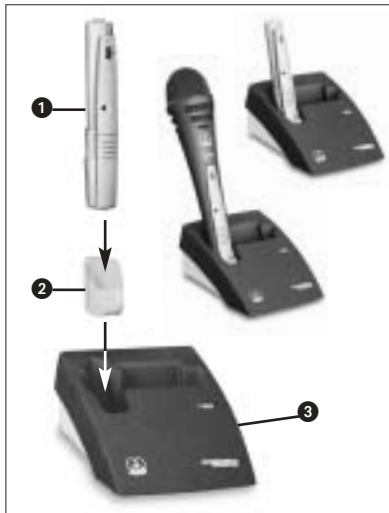

Fig. 3: Carregar o acumulador com o carregador opcional CU 40
3.2 Uso com acumulador (Veja fig. 3)
Recomendamos acumuladores NiMH do tipo SANYO HR-4U (650 mAh) ou Panasonic Rechargeable PRO+ (550 mAh). Para carregar o acumulador só precisa colocar o módulo de emissor (1) com o adaptador CA 40 (2) no carregador opcional CU 40 (3) como demonstrado na fig. 3.